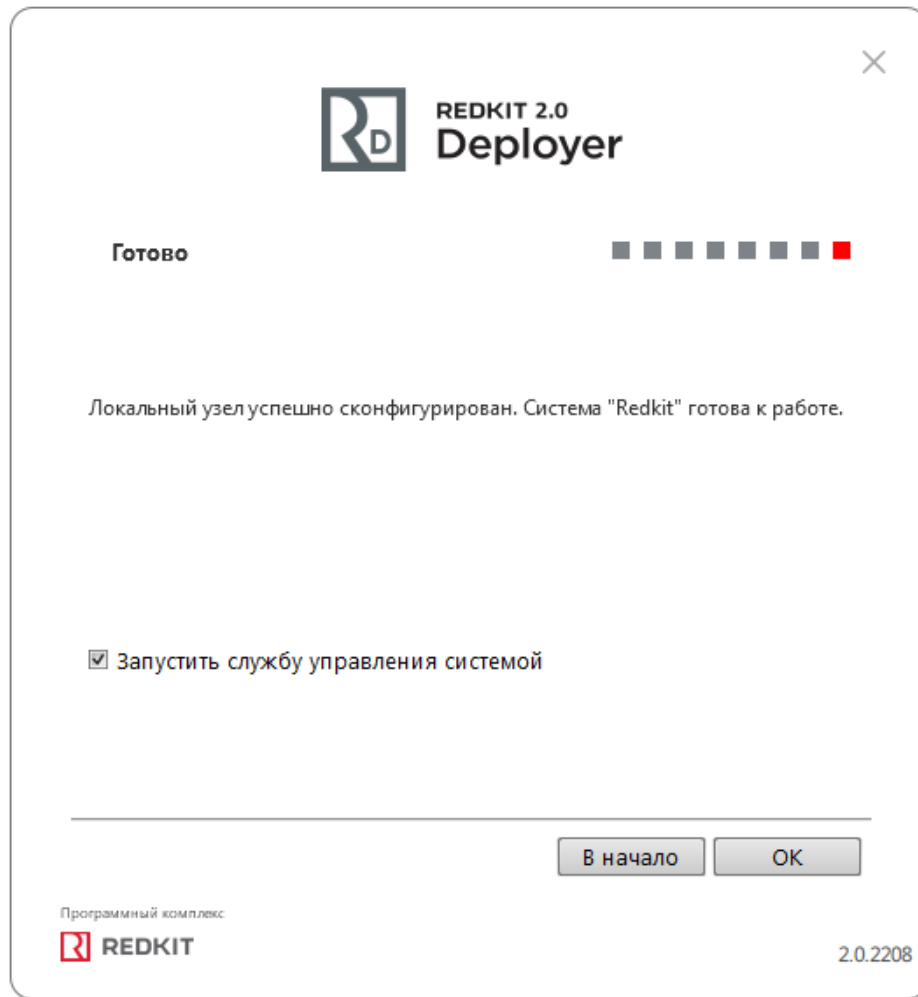

Рисунок 128 - Завершение конфигурирования
16. Заполните чекбокс у команды **Запустить службу управления системой** и нажмите **ОК** (Рисунок 128).